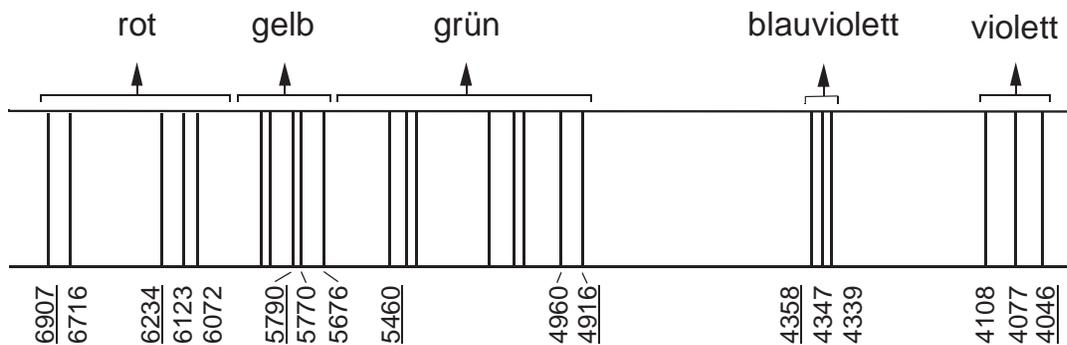

Abb. 1: Schematische Darstellung des Linienspektrums von Quecksilber (Ausschnitt)
2. Messen Sie für die in dem in Abb.1 dargestellten Spektrum unterstrichenen Spektrallinien des Quecksilbers die zugehörigen minimalen Ablenkwinkel δ_{min} . Verwenden Sie dabei die Differenzmethode.